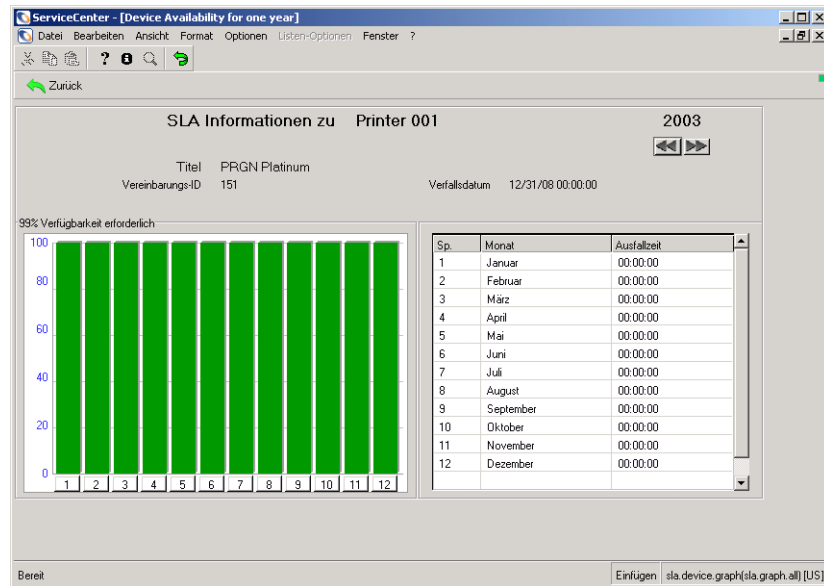

Abbildung 9-25: Leistungsdaten für ein einzelnes Gerät
- Klicken Sie auf der linken Seite auf die Nummernschaltfläche einer Spalte. Abbildung 9-25 zeigt ein Formular, das die Verfügbarkeitsdaten des ausgewählten Geräts für den Zeitraum eines Jahres enthält.
Der Ausfallverlauf eines Objekts kann über das Formular für die Geräteverfügbarkeit eines Jahres aufgerufen werden (siehe Abbildung 9-25 auf Seite 330). Weitere Informationen finden Sie unter *Verfügbarkeit eines einzelnen Geräts* auf Seite 329.
Jahr	Jahr des Ausfalls (siehe Abbildung 9-25 auf Seite 330).
Monat	Monat des Ausfalls (siehe Abbildung 9-25 auf Seite 330).